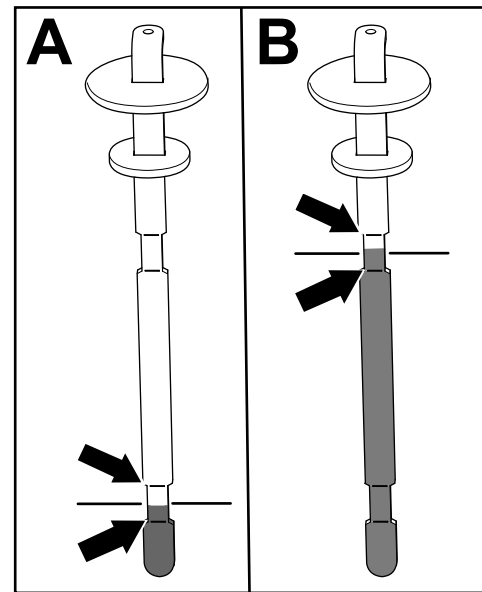

Figura 80
5. Retire la varilla y compruebe el nivel de fluido (Figura 80).
- **Si tiene una unidad de corte instalada:** el nivel de fluido hidráulico está en el nivel apropiado cuando el fluido aparece entre las dos marcas inferiores de la varilla (A en la Figura 80). También es aceptable que el nivel de fluido esté por encima de las marcas inferiores.
- **Si tiene instalado el kit de hidráulica auxiliar:** el nivel de fluido hidráulico está en el nivel correcto cuando el fluido aparece entre las dos marcas superiores de la varilla (B en la Figura 80).